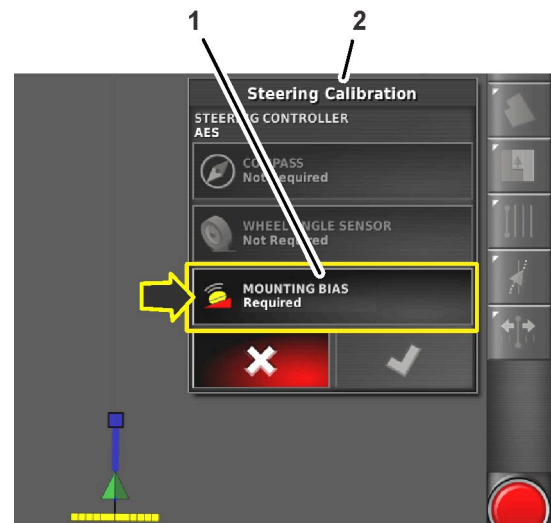

Bild 167
3. Tippen Sie auf das Symbol EINBAUVORSPANNUNG (Bild 167).